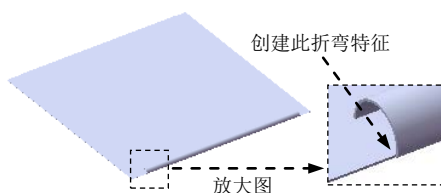
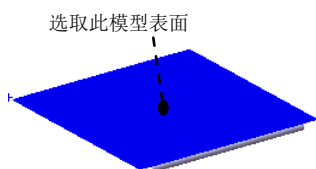

图 17.11.26 创建绘制的折弯 1
图 17.11.27 定义草图平面
Step5. 创建图 17.11.26 所示的钣金特征——绘制的折弯 1。
- (1) 选择命令。选择下拉菜单 **插入(I)** → **钣金(B)** → **绘制的折弯(S)...** 命令。
- (2) 定义草图平面。选取图 17.11.27 所示的模型表面为草图平面。